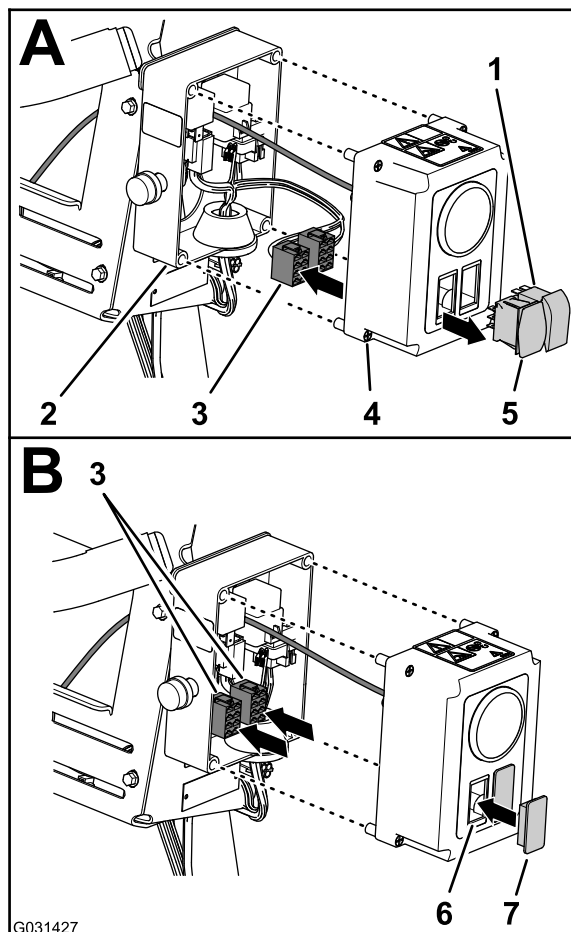
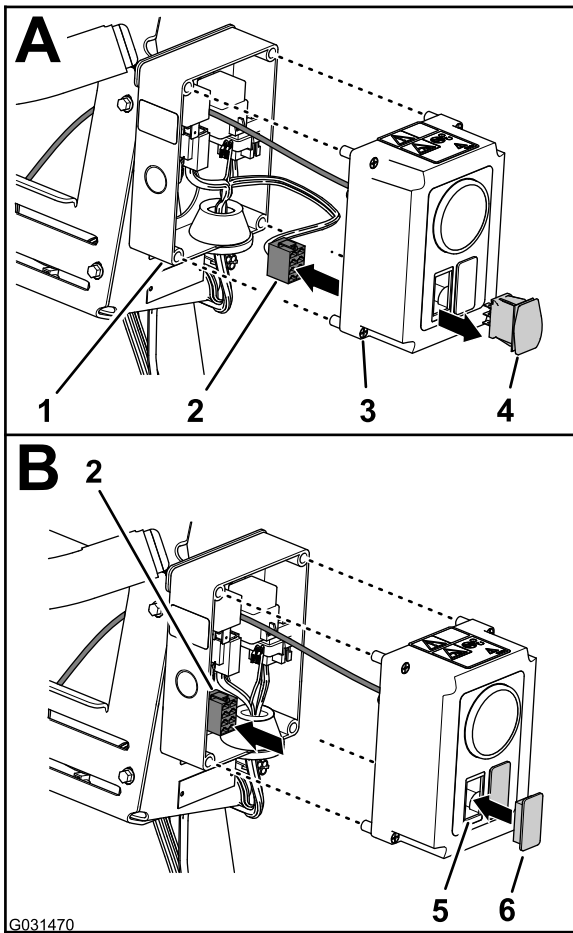

图 15
图 16
1. 在电动软管卷套件控制箱处拧开将箱盖固定到控制箱的 4 个箱盖螺丝小心拉出箱盖 图 15。
- A. 将控制箱线束的 2 个接头 8 插槽从压力控制开关和 On-Off 打开-关闭开关中断开 图 15。
- B. 将 2 个接头 8 插槽放到控制箱内 图 15。
- C. 挤压 2 个开关的锁定凸耳将开关按压出控制箱的箱盖 图 15。
- A. 从压力控制开关断开控制箱线束的 8 插槽接头 图 16。
- B. 将 8 插槽接头安装到控制箱的内部图 16。
C. 挤压开关的锁定凸耳将开关按压出控制箱的箱盖图 16。
- 将开关塞对准从中拆除开关的箱盖开口图 15 和图 16。
- 将开关塞插入箱盖直至其牢固卡入箱盖图 15 和图 16。
- 将箱盖与控制箱对准并用 4 个箱盖螺丝将箱盖固定到控制箱图 15。